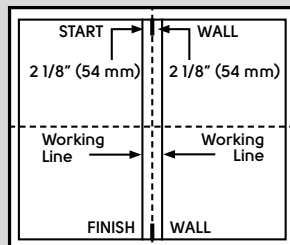
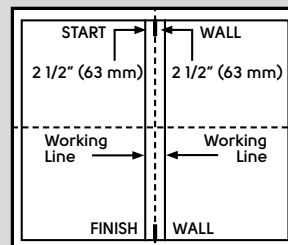

Fig. 2a
Fig. 2b
2. Meet 54 mm voor planken van 152,4 mm breedte (Fig. 2a) OF 63 mm voor planken van 177,8 mm breedte (Fig. 2b) vanaf links en rechts van de middenmarkering aan beide uiteinden van de kamer en trek een krijtlijn.